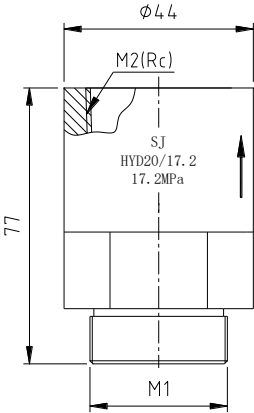

图 9 灭火剂流通管路单向阀
5.1 结构（图 9）：灭火剂流通管路单向阀主要由阀体、阀芯组成。